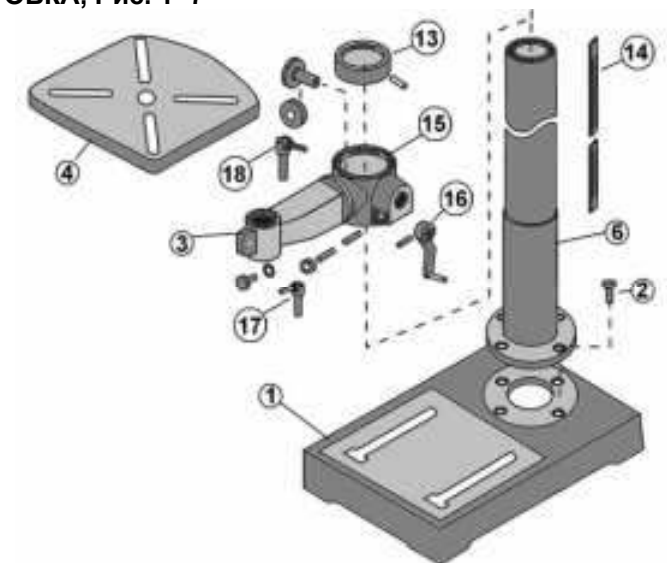

Рис. 3
- Кожух редуктора (11) должен быть закрыт. Сверло в сверлильном патроне должно быть надёжно закреплено ключом сверлильного патрона, после чего ключ сверлильного патрона положите в инструментальный ящик или специальное место.
- Поднимите защитную крышку магнитного пускателя (41), переместив красную кнопку (40) вверх. Включение станка осуществляется нажатием на зелёную кнопку магнитного пускателя (42).
- При работе станок не должен издавать посторонних звуков. При открывании крышки кожуха редуктора (11) станок должен отключиться.
- Повторное включение станка возможно после закрытия крышки кожуха редуктора (11) и повторного нажатия на кнопку «43» магнитного пускателя (8).
- Отключение станка производится нажатием кнопки «42» магнитного пускателя (8).
- Контроль и регулировка глубины сверления «глухих» отверстий производится по шкале кольца (38).
- Осевое перемещение сверлильного патрона (22) задается ручьями (9).
- Установка и фиксация высоты рабочего стола (4) задается ручкой (16) и блокируется ручкой фиксации (18), Рис.3.